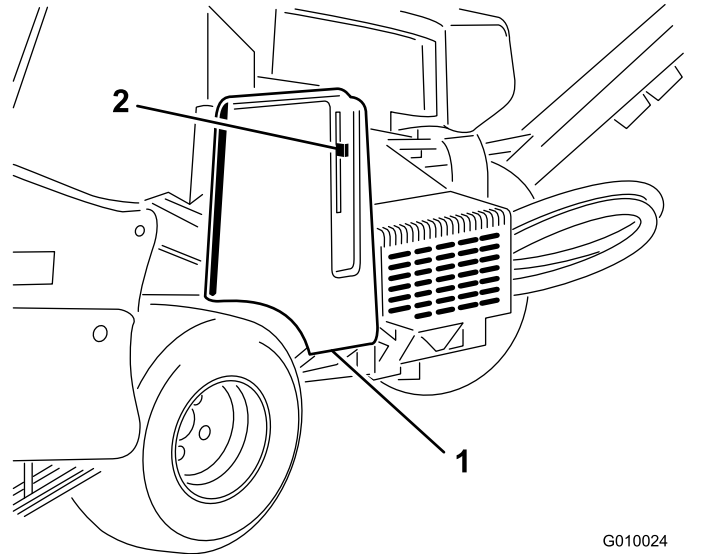
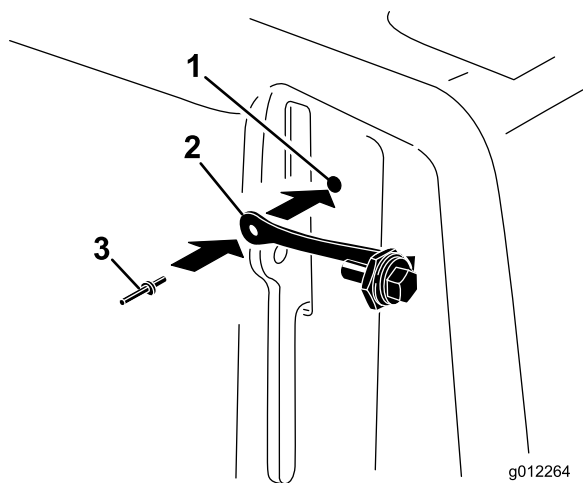

Figure 6
Figure 7
1. Localisez le trou dans le protège-courroie, près du levier de verrouillage (Figure 6 et Figure 7).
2. Fixez la patte de retenue dans le trou du protège-courroie à l'aide d'un rivet aveugle (Figure 7).